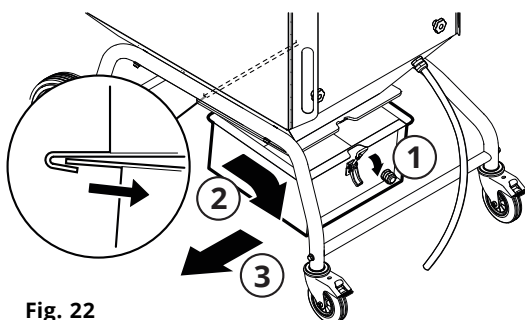

Fig. 22
3. Lossa excenterlåset, lyft upp pallyften mot kärlet och dra ut stoftkärllet med pallyften. Se **Fig. 22** som referens.
7. Skjut in stoftkärllet under rasfickan, se **Fig. 22** som referens.